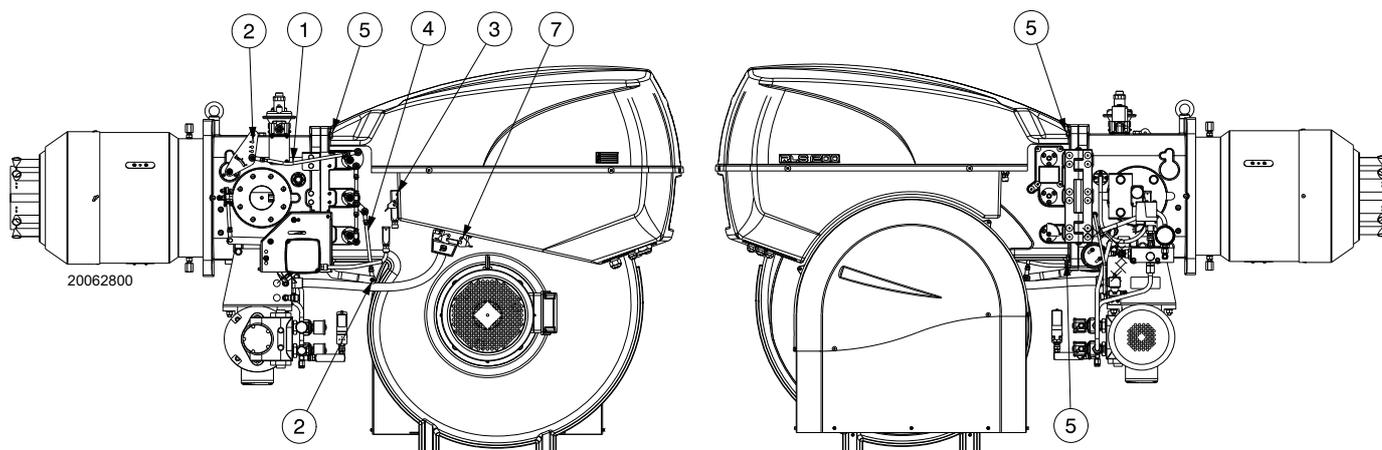

Fig. 45
- Quitar los tirantes 1) y 4)(Fig. 45) de la palanca de movimiento del cabezal y apertura de los registros, aflojando la tuerca 2);